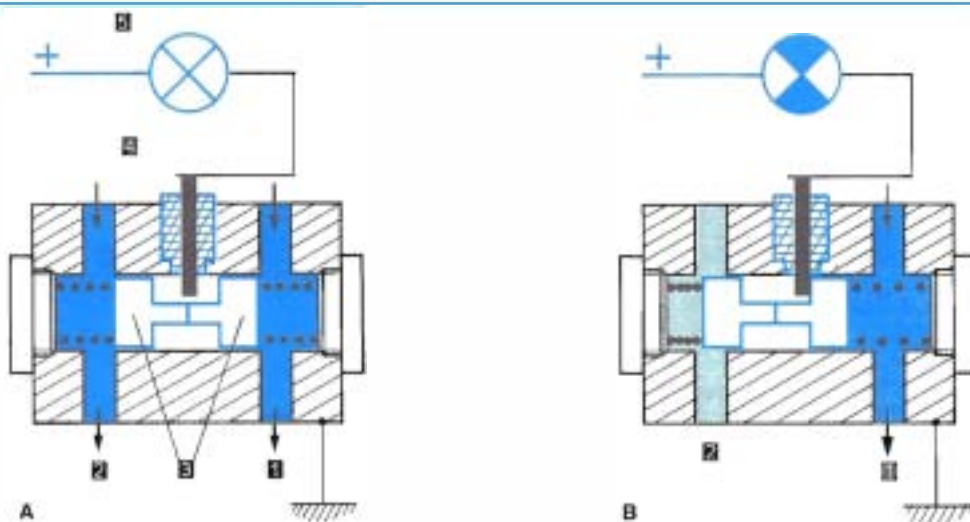

Figure 9.23 • Indicateur de chute de pression.
■ Comment est constitué un ICP (figure 9.23) ?